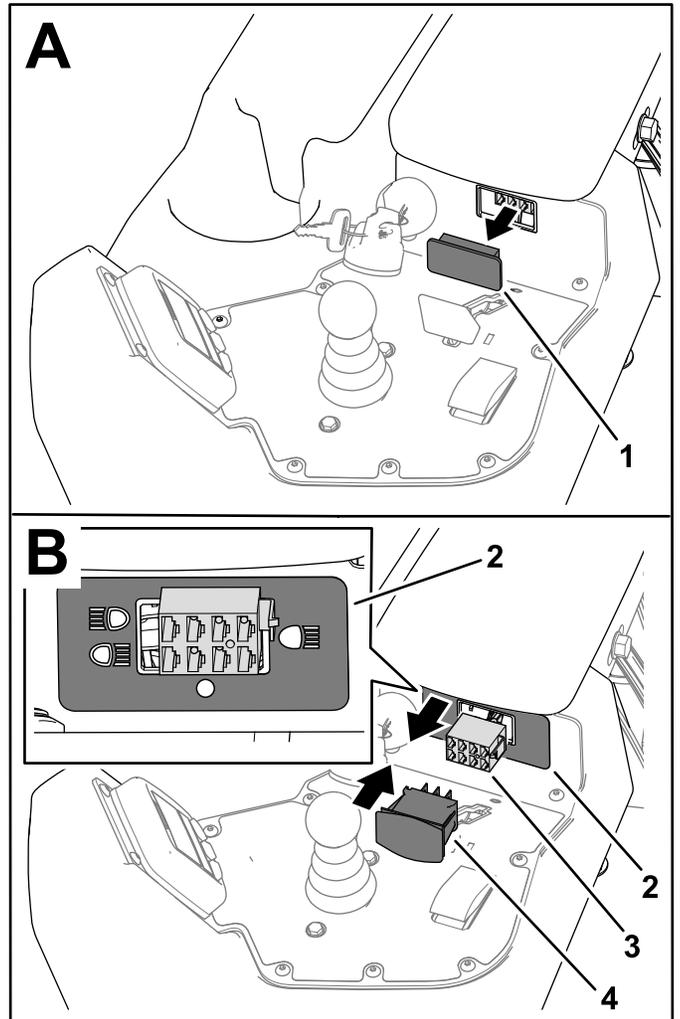

図 4
1. コンソールからプラグを外す 図 4。
2. 図 4 に示すように、デカル P/N 131-2046 を取り付ける。
デカルが 図 4 のように正しい向きで取り付けられたことを確認する。
3. ワイヤハーネスのコネクタのうち WORK LIGHT SWITCH というラベルのついたものをスイッチに接続して 図 4 スイッチを取り付ける。